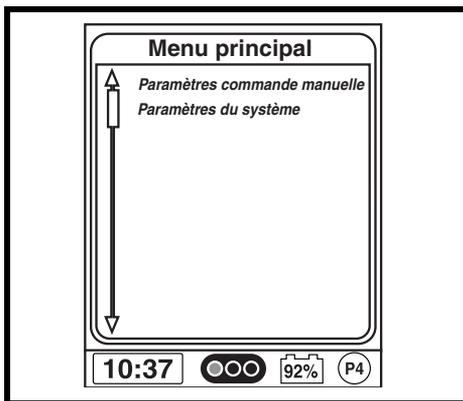

Figure 10. Écran du menu principal
2. Pesez sur le bouton «Menu» pour sélectionner l'écran principal. Voir la figure 10.
2. Pesez sur le bouton «Menu» pour accéder à l'écran principal. Voir la figure 10.